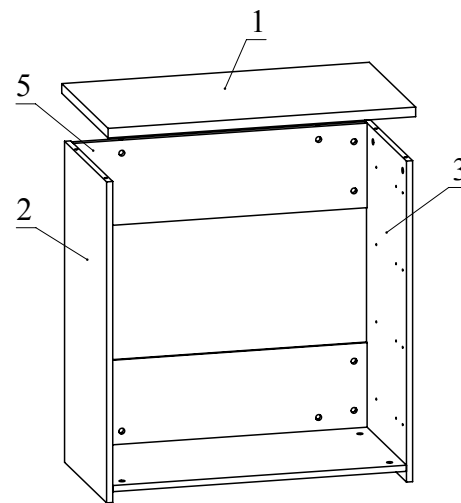

Рис.8
6. Установите деталь 1 на детали 2, 3, 5 и зафиксируйте, повернув конфирматным ключом головки минификсов по часовой стрелке до упора (Рис. 8).